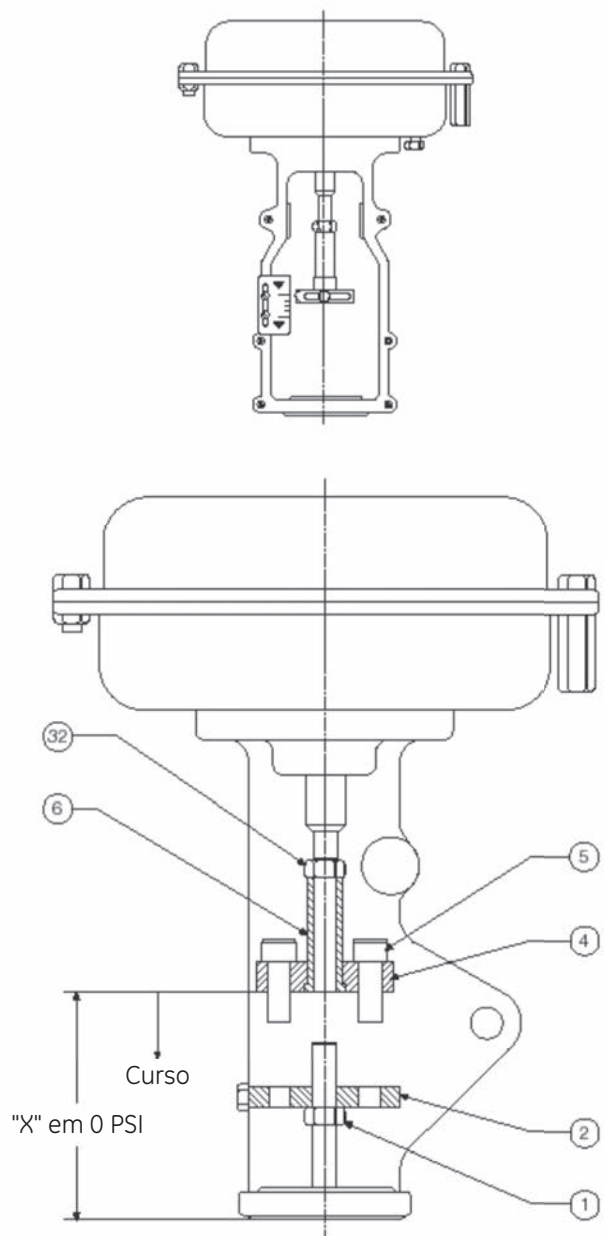

Figura 12 - Atuador Modelo 87
Nota: Atuadores de tamanhos 3 e 6 – Parafuse a haste do bujão na haste do atuador (10) através do flange da haste (2). Dependendo do comprimento da haste, pode ser necessário abaixar progressivamente o atuador para a frente do corpo enquanto a haste do bujão é parafusada na haste do atuador. Consulte a Figura 12 para o posicionamento do conector da haste de tamanho 6.
D. Usando as contraporcas da haste (1), desparafuse a haste do bujão até que o bujão toque no assentamento.